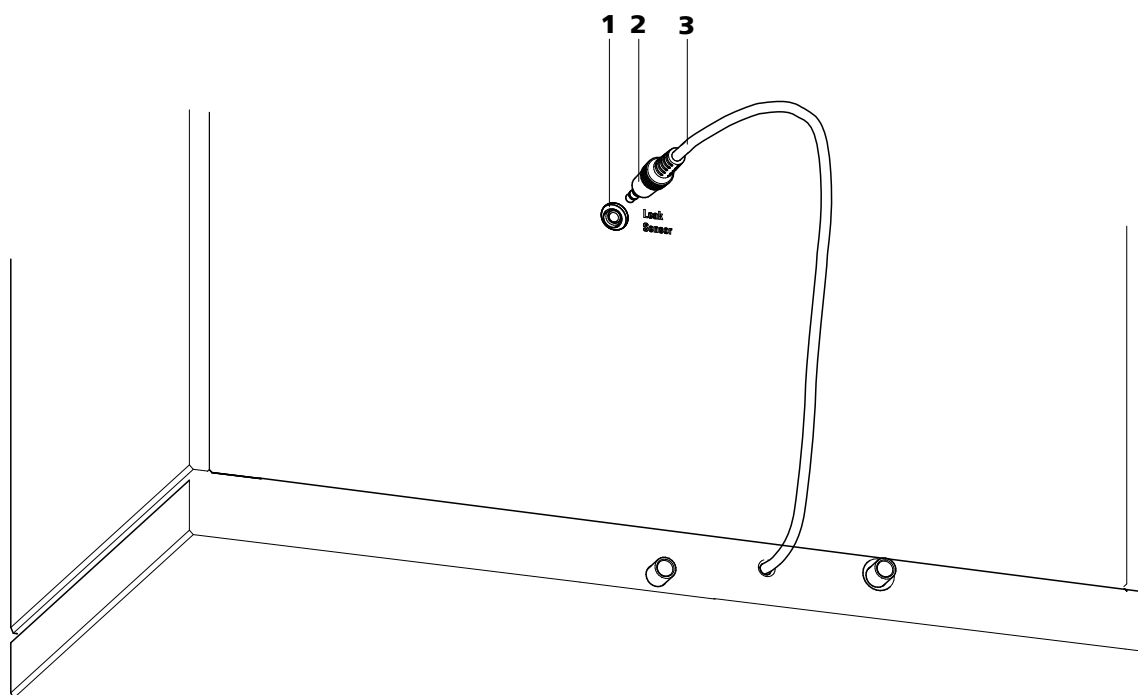

Figure 7 Connexion du détecteur de fuites à la face arrière de l'appareil
- 1** Insérer la fiche de connexion du détecteur de fuites (7-2) dans la prise de connexion du détecteur de fuites (7-1) sur la face arrière de l'appareil (voir Figure 7, page 22).